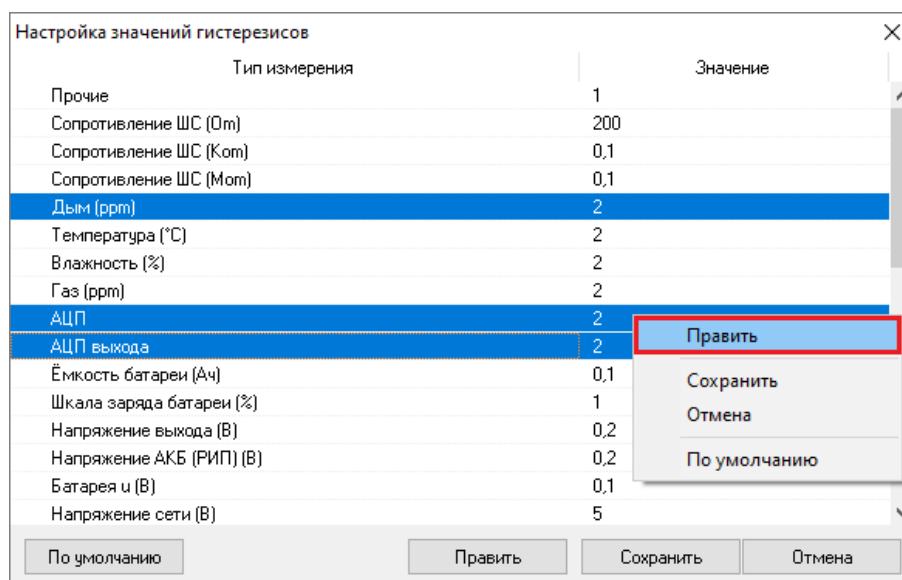

Рисунок 6-245 Вызов окна "Редактирование значения гистерезиса" командой "Править" контекстного меню
- либо вызовите контекстное меню области списка измеряемых параметров и выберите в нем команду «Править» (см. Рисунок 6-245).